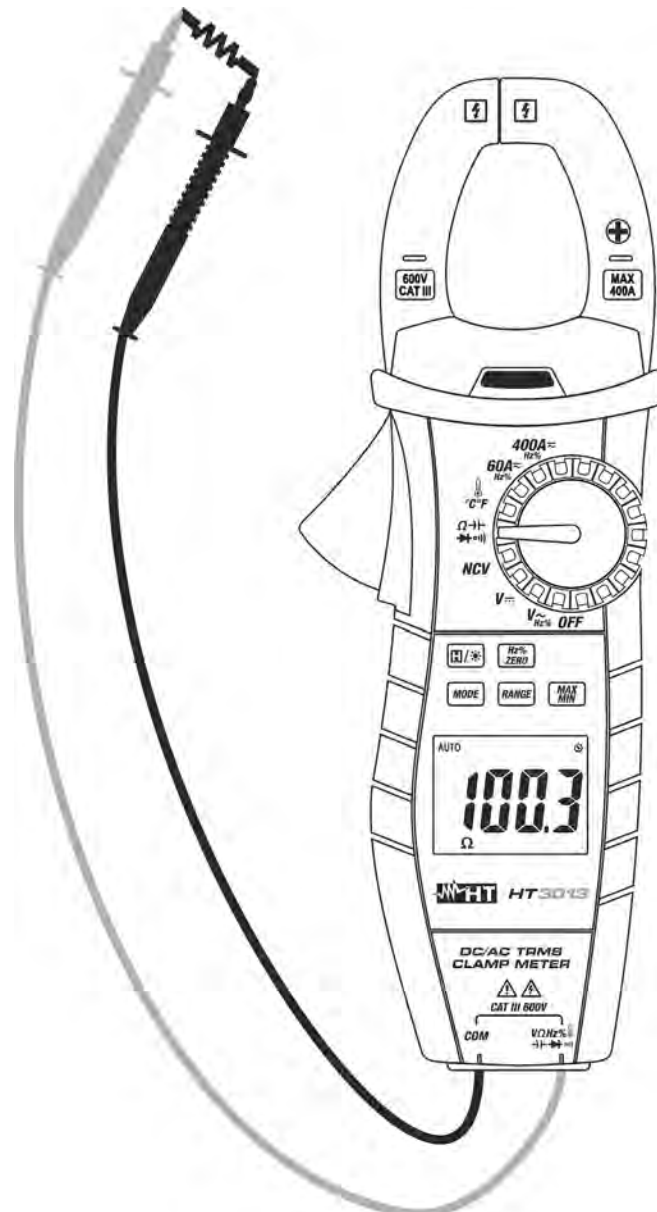

Fig. 7: Utilização da pinça para a Medição de Resistências
3. Colocar as ponteiros nos pontos pretendidos do circuito em exame (ver Fig. 7). O valor da resistência será apresentado no display.